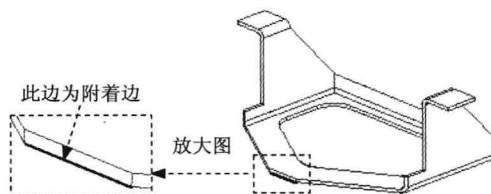

图 1.19 定义附着边
(1) 选择命令。单击 **主页** 功能选项卡 **钣金** 工具栏中的“弯边”按钮 。
(2) 定义附着边。选取图 1.19 所示的模型边线为附着边。